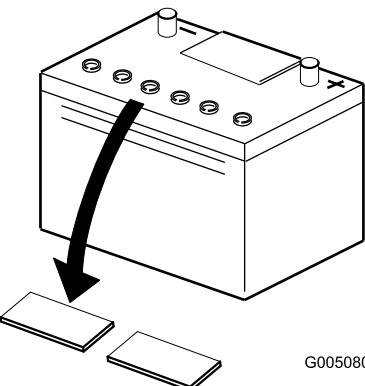

図 6
- バッテリーの上部をきれいに拭い、キャップを取り外す 図 6。